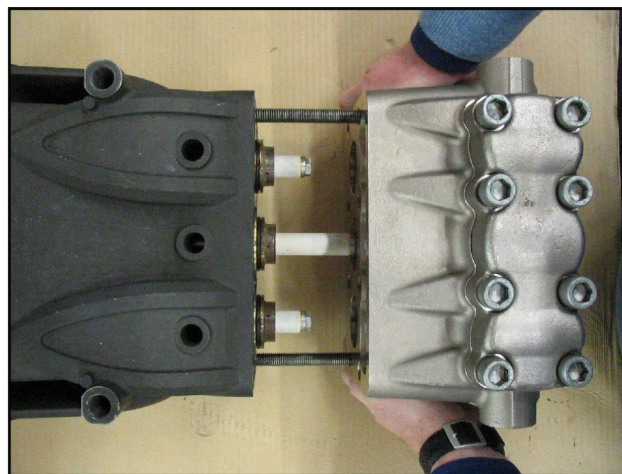

Fig. 33
- B) Lubrifique os componentes ②③⑤ com lubrificante de silicone do tipo OCILIS, cód. 12001600. Tal operação é considerada necessária também para facilitar a adaptação das bordas da vedação sobre os pistões.
2. Use dois parafusos - tomada de serviço (cód. 27726000) fixada ao carter, conforme indicado na Fig. 33, posicione o cabeçote completo, certificando-se de que esteja centralizado no pistão central.